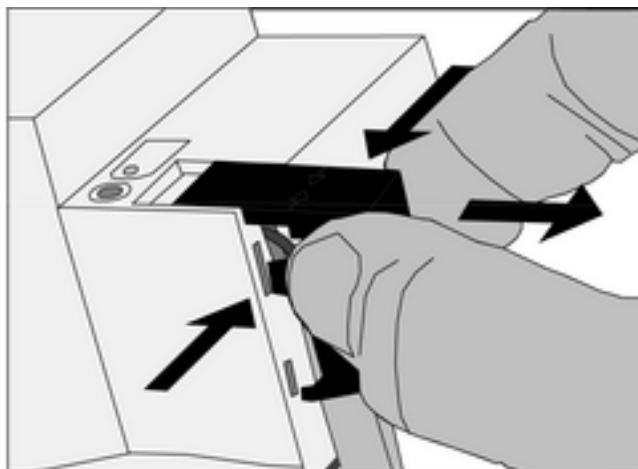

Figure 7: Retrait du capuchon de protection
- Pousser latéralement le capuchon de protection et le retirer (figure 7).